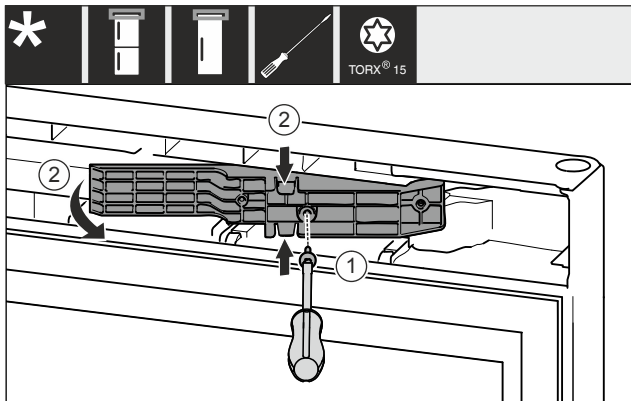

Fig. 12 *
- Oldja ki a csavarokat a T15 csavarhúzóval. Fig. 12 (1)*
- Húzza ki az illesztődarabot. Fig. 12 (2)*